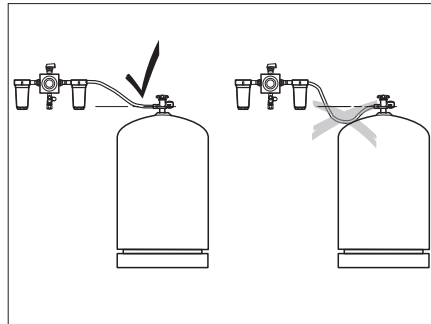

Bild 83 Verlegen der Gasschläuche
- ▶ Beim Verlegen der Gasschläuche darauf achten, dass die Schläuche stetig steigen (Bild 83)!